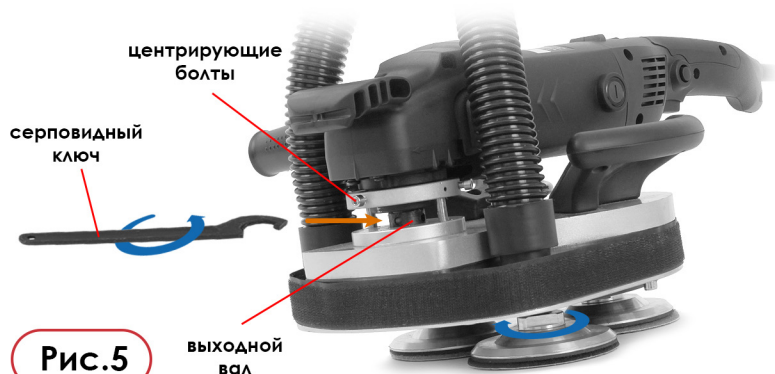

Рис.5
9. Положите машину горизонтально и шестигранным ключом **РАВНОМЕРНО** затяните три центрующих болта установочного кольца так, чтобы они вошли в кольцевую канавку шейки универсального электродвигателя. (Рис. 5).